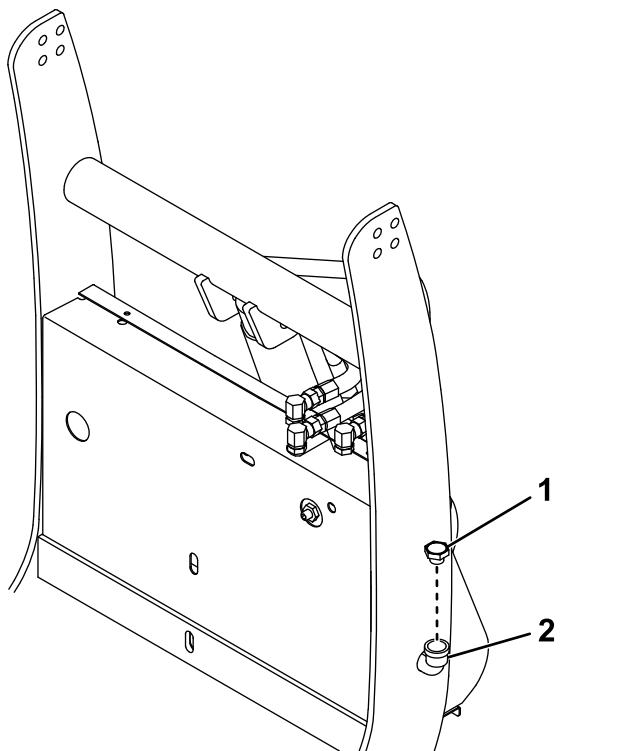

Figure 37
2. Nettoyez la surface autour du bouchon de remplissage (Figure 37).
3. Retirez le bouchon de remplissage du réservoir hydraulique (Figure 37).